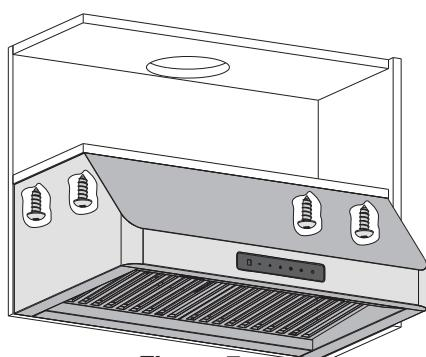

Figure 7
- Fixer la sortie à l'appareil, puis installer l'appareil sous l'armoire. Fixer l'appareil en place au moyen des quatre vis ST4 × 18 incluses. Voir la figure 7.